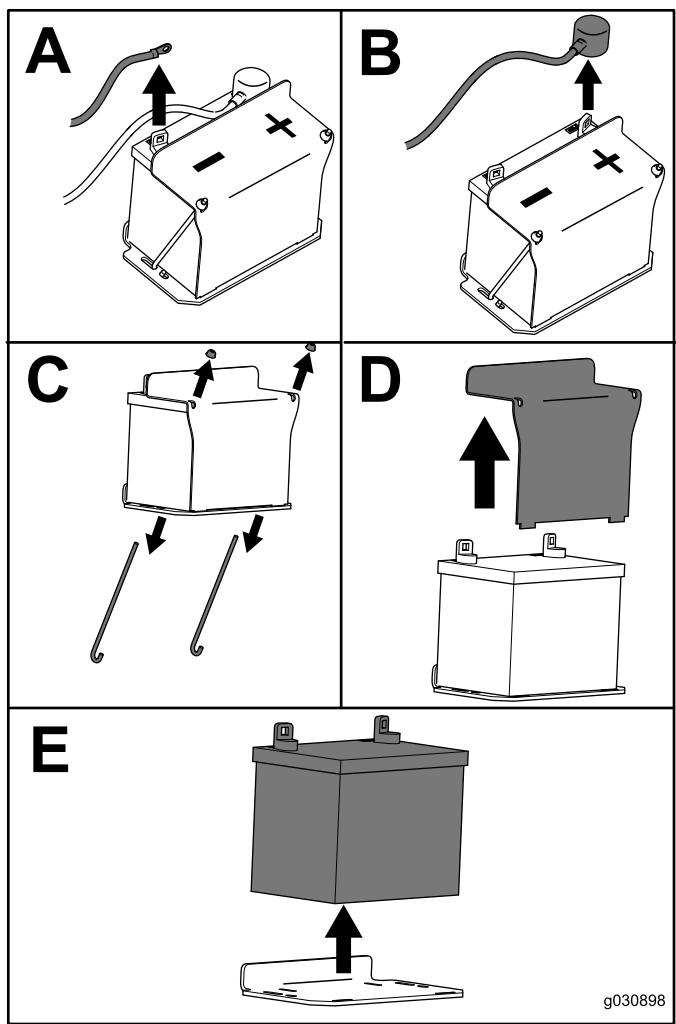

Figura 25
3. Togliete la batteria come illustrato nella Figura 25.